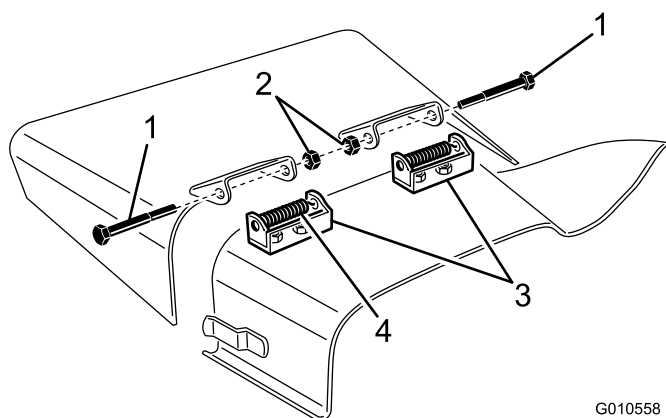

図 29
4. デフレクタマウントをピボットブラケットに固定しているキャップスクリュー、ロックナット、スプリングを外す(図 29)。
5. ピボットブラケットを外すには、キャリッジボルトとナットを外す(図 29)。